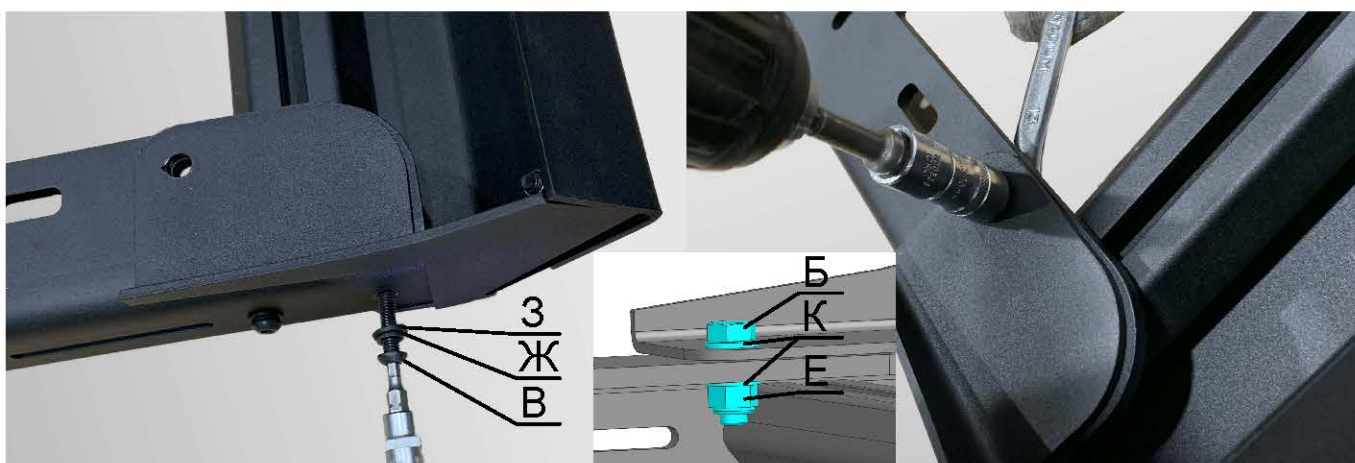

Рис. 6
6. Установите Дефлектор в сборе на багажник, используя Винты 6x25 (Поз.В), Шайбы 6 гровер (Поз. Ж), Шайбы 6 (Поз. З), Болты 8x25 (Поз. Б), Шайбы 8 (Поз. К), Гайки 8 (Поз. Е), как показано на Рис. 6.